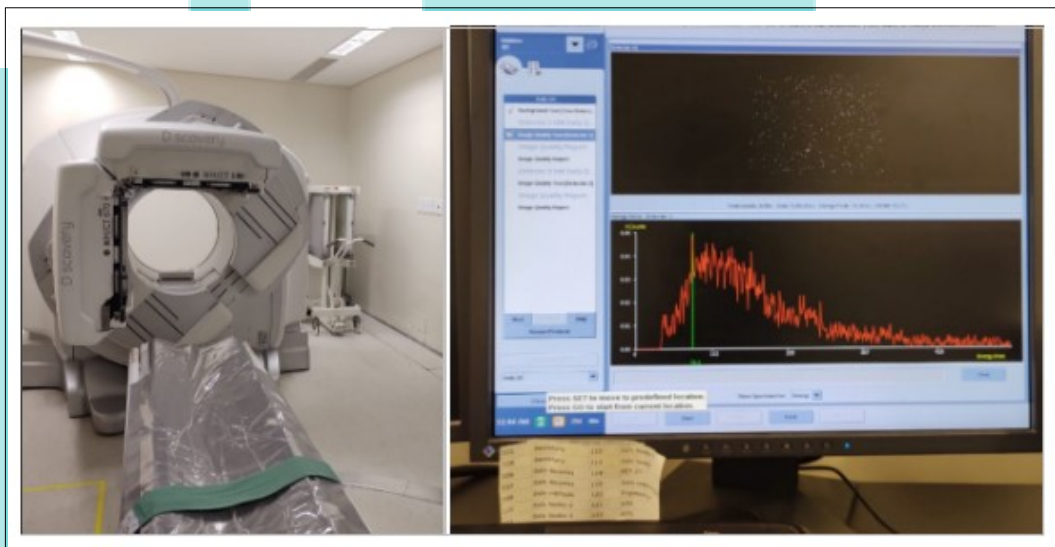

Figura 9 – Esquerda: posição para aquisição do teste. Direita: botão “Start” para iniciar a aquisição
6. Aguardar até que os detectores atinjam a posição para iniciar a aquisição do teste, pressionando o botão “Start” na interface do computador, conforme a Figura 9;